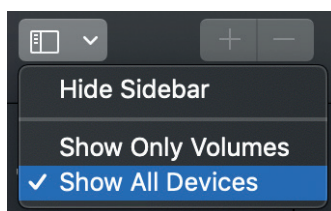

Рис. 5.8. Панель меню View
2. Нажмите на **View** (Вид). Вы увидите панель меню, как на рис. 5.8.